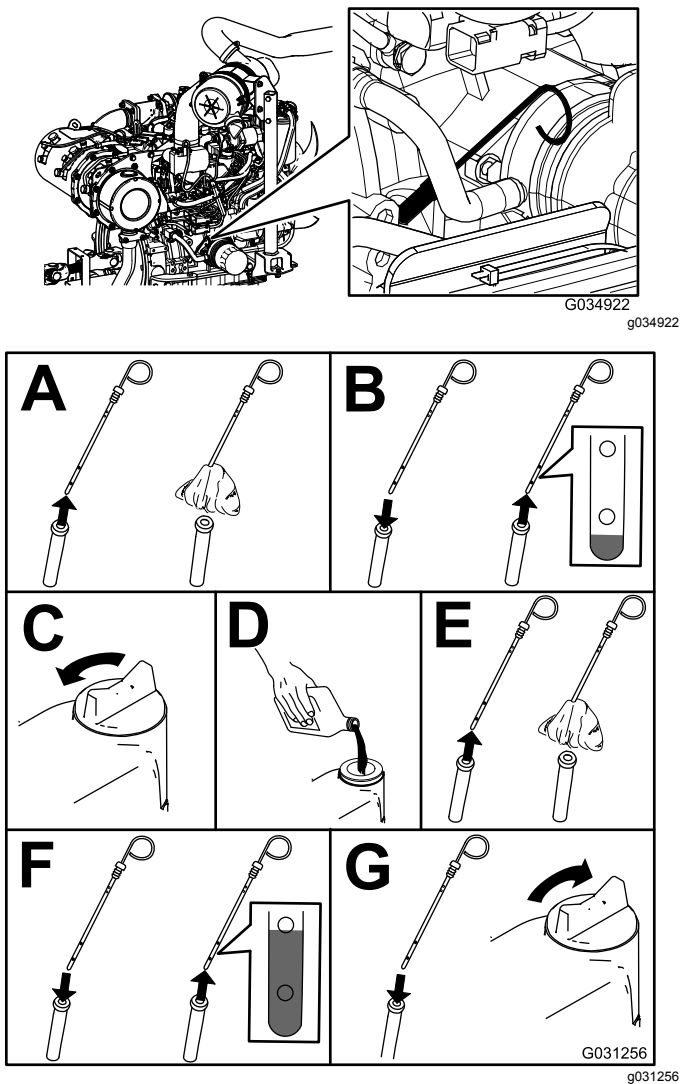

Figura 72
2. Verificação do nível do óleo do motor (Figura 72).